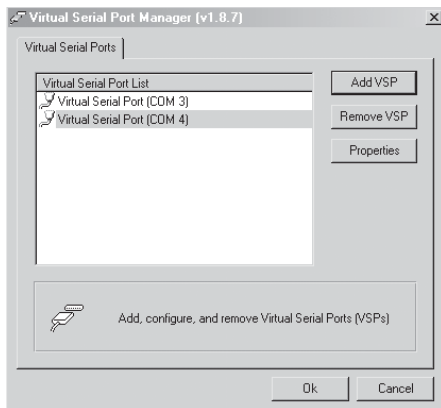

Рис. 4. Окно настройки виртуального последовательного порта (COM 3 и COM 4)
4. Можно настроить виртуальный порт для каждого локального порта на приборе (см. рис. 4).